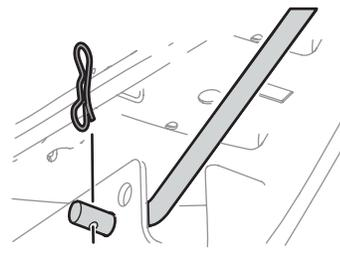

Figure 23
6. Retirez la goupille fendue qui fixe la tige de relevage avant au plateau. Voir Figure 23. Faites sortir la tige de relevage du support avant.